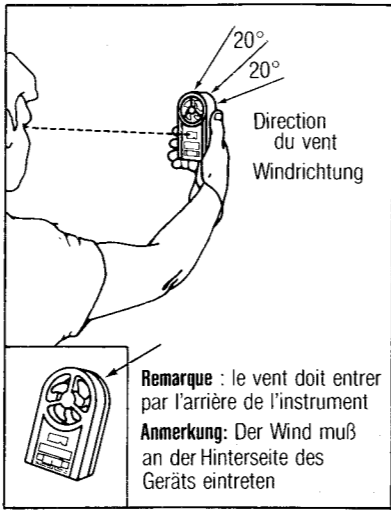

Figure 2 Abbildung 2
3. Bestimmen Sie die ungefähre Windrichtung aus der Bewegung von Fahnen, Wolken, Drachen, Windsäckchen usw. Halten Sie das Turbo Meter so, daß der Wind es wie in Abb. 2 gezeigt durchströmt. Um optimale Ergebnisse zu erzielen, versuchen Sie bitte, die Achse der Turbine in einem Winkel kleiner als 20° zur Windrichtung zu halten.